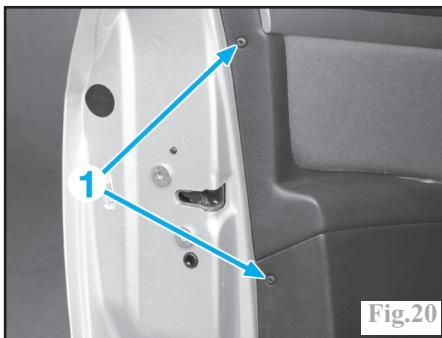

Fig.20
Déposer les vis de fixation (1) (Fig.20).